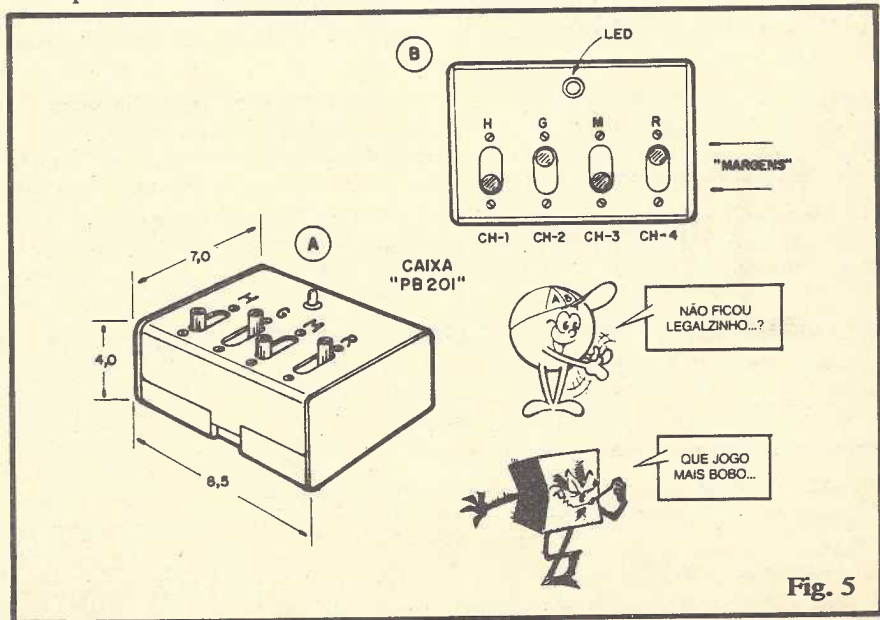

Fig. 5
- **FIG. 5** - Sugestões para o acabamento externo e "encaixamento" do circuito do JOGO DO RIO. Se for usada a caixa plástica indicada em **DIVERSOS/OPCIONAIS** da **LISTA DE PEÇAS**, as furações serão simples (já foram dadas "dicas" sobre como podem ser feitos os furos, redondos ou retangulares, com facilidade, em caixas plásticas...). As chaves deverão ser fixadas com parafusos e porcas (dependendo do modelo, podem até ser fixadas por simples encaixe...). O LED, para que fiquem bem firme, pode ser colado, por dentro, com uma gotinha de "Superbonder" (cianoacrilato) ou